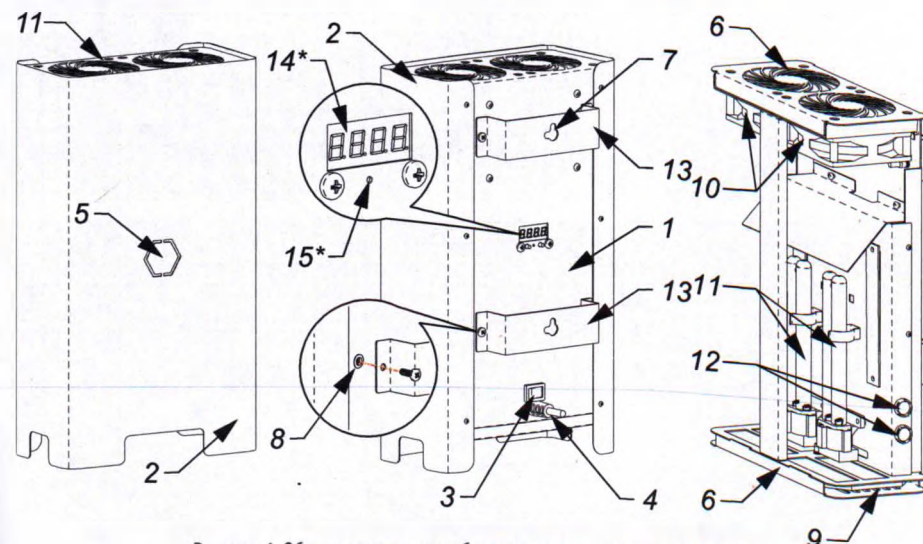
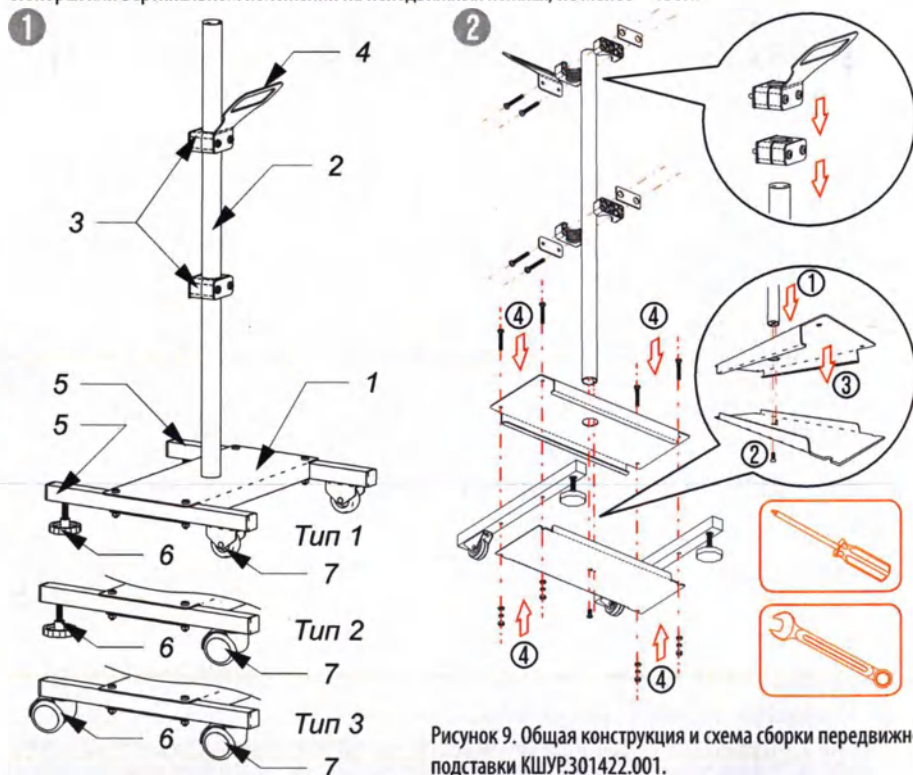
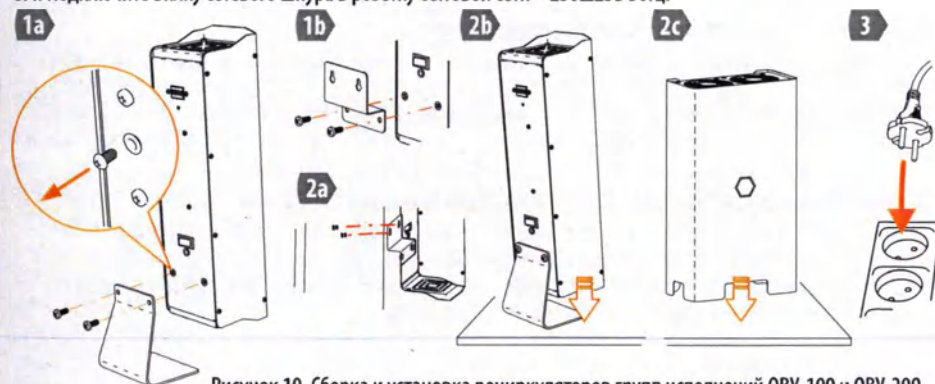
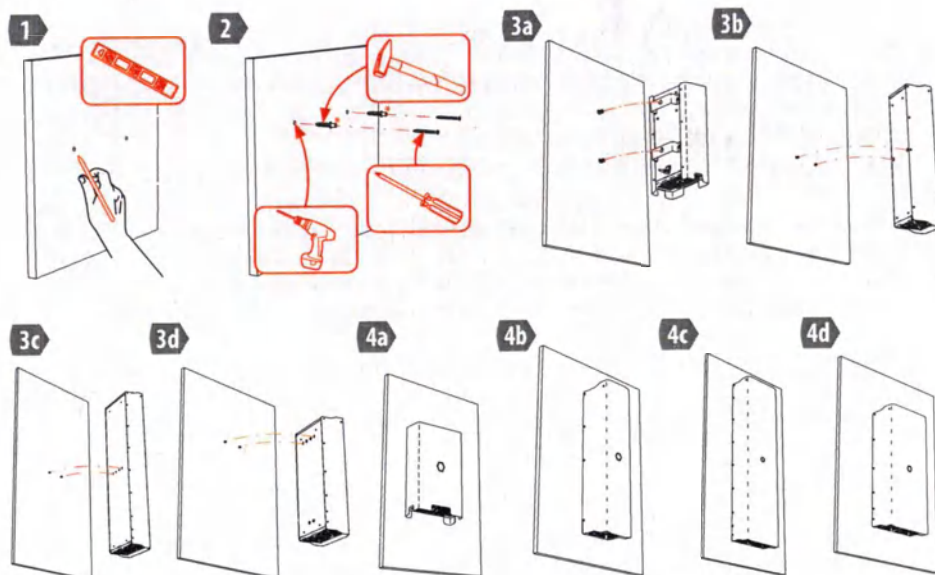

Рисунок 4. Общая конструкция облучателя-рециркулятора ОВУ-209.
Рисунок 9. Общая конструкция и схема сборки передвижной подставки КШУР.301422.001.
Рисунок 10. Сборка и установка рециркуляторов групп исполнений ОВУ-109 и ОВУ-209
Рисунок 11. Монтаж рециркуляторов групп исполнений OBY-209, OBY-115, OBY-215, OBY-315, OBY-515, OBY-130, OBY-230, OBY-330, OBY-430 на стене помещения
4.7.4. Сборка осуществляется согласно рис. 4 поз. 2 и паспорта передвижной подставки, идущего в комплекте поставки. При сборке передвижной подставки, сначала проденьте стойку в верхнюю пластину основания, затем закрепите опорную стойку на нижней пластине, совместите верхнюю и нижнюю пластины основания, а после этого установите балки с опорными элементами.
6.2. Установите подставку или кронштейн на корпус рециркулятора ОВУ-109. Для этого отверните два винта, как показано на рисунке 10 поз. 1а, совместите отверстия в подставке или кронштейне и в резьбовых заклёпках, закрутите винты обратно (см. рис. 10 поз. 1а и 1б). Кронштейн на ОВУ-209 крепится к резьбовым заклёпкам (поз. 8 рис. 4), кронштейн состоит из двух одинаковых взаимозаменяемых скоб.
6.3. Установите рециркулятор на устойчивую горизонтальную поверхность или стену (для ОВУ-109 см. рис. 10, для ОВУ-209 см. раздел 7 и рис. 11). Допускается горизонтальное размещение на полках или иных поверхностях.
8.3. Установка на передвижную подставку производится в соответствии с технической документацией (паспортом) передвижной подставки. Установка следует производить вдвоём. Для удобства установки облучателя-рециркулятора на опору 2 (см. рисунок 9) рекомендуем предварительно произвести установку хомутов 3 (см. рисунок 10) на корпус 1 (см. рисунки 5 - 9) рециркулятора.